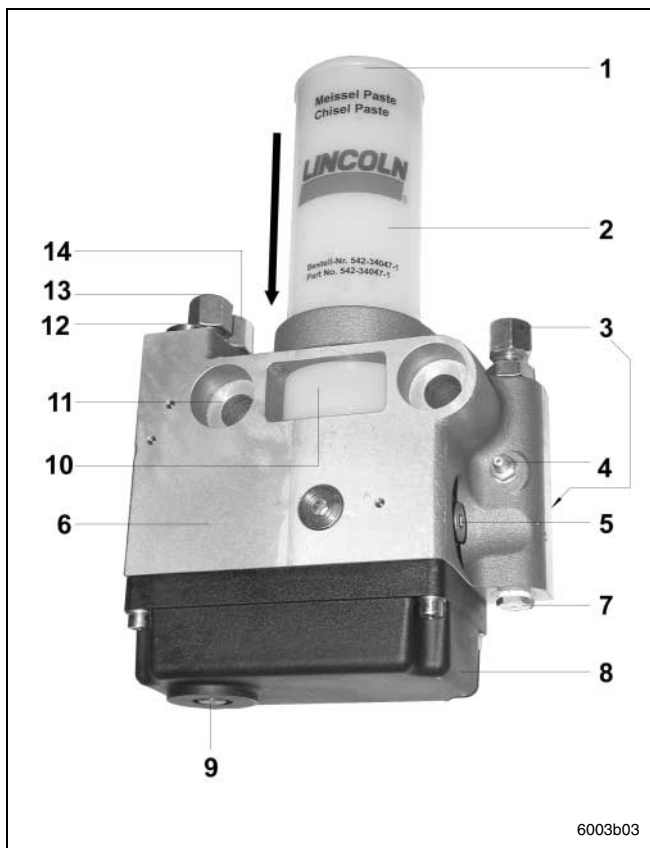

Fig. 1 Componentes de la bomba hidráulica de lubricación HTL 101
- con el pistón secundario tiene un control visual del nivel de grasa. Cuando el pistón secundario se encuentra en la posición de nivel vacío del cartucho (fig. 1, pos. 10) hay que reemplazar el cartucho.
- está protegida con una válvula limitadora de presión (fig. 1, pos. 7) (cartucho) con 120 bar.
- está equipada con un elemento de bombeo de fácil recambio (fig. 1, pos. 5).
- tiene un racor de engrase (fig. 1, pos. 4) para una lubricación manual (p. ej. en caso de un fallo del sistema hidráulico).
- tiene tres escapes distintos (fig. 1, pos. 7 y 3) para una conexión individual de la alimentación con grasa del mortillo.
Usando la salida inferior de grasa (fig. 1, pos. 7), el racor de salida ha de cambiarse por la válvula limitadora de presión.